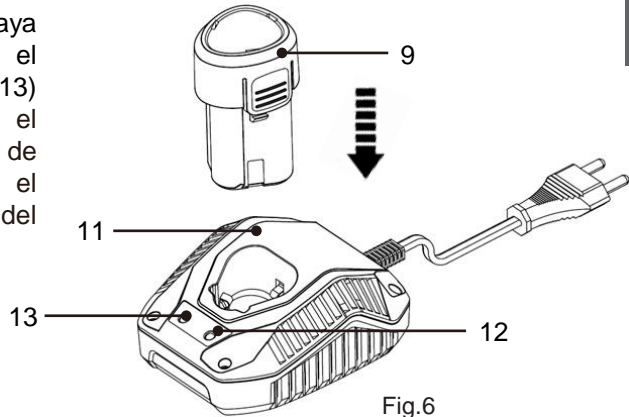

Fig.6
- > Inserte el bloque de batería (9) en el cargador (11) (Fig. 6). Conecte el cargador a una fuente de alimentación. Los indicadores luminosos (12/13) del cargador mostrarán los diferentes estados como se indica a continuación.